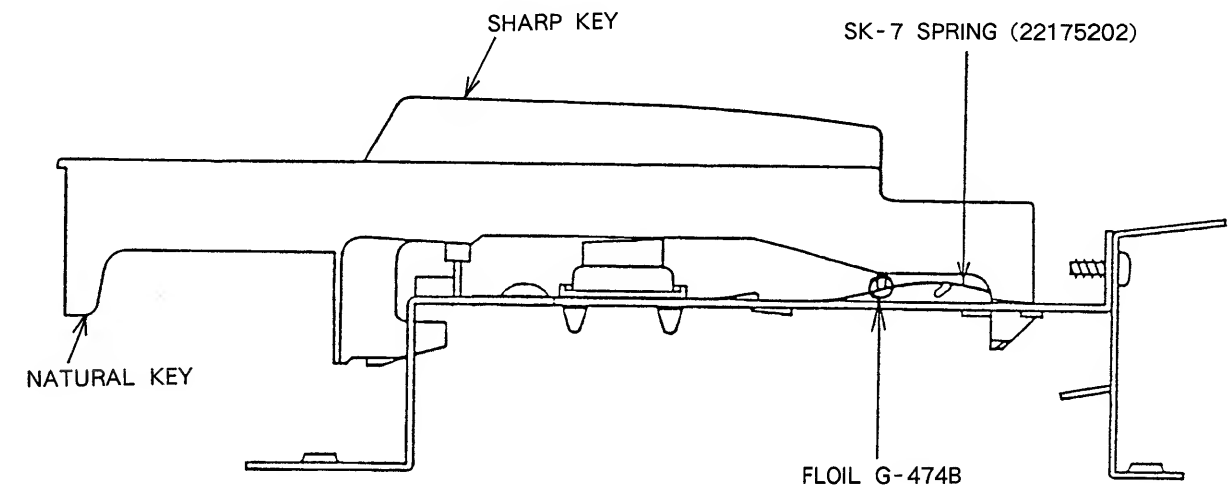

図1 (Fig.1)
2. As shown in figure 1, apply grease, and re-install the keys.
2. 図1に示す位置にグリースを塗り、鍵盤を取り付けて下さい。